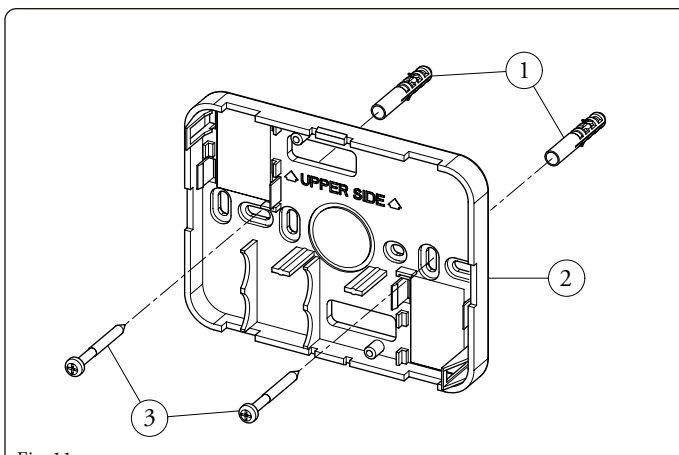

Fig. 11
3) Installare il supporto della sonda ambiente wireless (2) fissandolo alla parete oppure su una scatola da incasso tramite i tasselli ad espansione (1) e le viti in dotazione (3) (Fig. 11).
3) Install the wireless room probe support (2) fixing it to the wall or onto a recessed box using the expansion anchors (1) and the supplied screws (3) (Fig. 11).